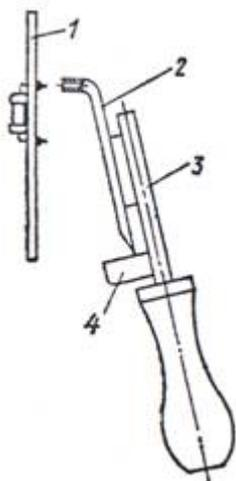

Рис. 6. Демонтаж с отсосом припоя:
1.9. Насадка для отсоса припоя состоит из узла отсоса и ванночки для сбора удаленного припоя (рис. 6). Узел отсоса представляет собой тонкостенную металлическую трубку диаметром около 4 мм, плотно заполненную жгутом из луженого провода диаметром 0,3—0,4 мм. Верхний конец трубки загнут, и в нем просверлено осевое отверстие глубиной 5—7 мм. Диаметр отверстия должен быть несколько больше диаметра выпаиваемого вывода, который обычно не превышает 1 мм. Нижний конец трубки сточен под углом. Узел крепят к стержню паяльника любым способом, который обеспечивает надежный тепловой контакт, например с помощью медного хомутика.